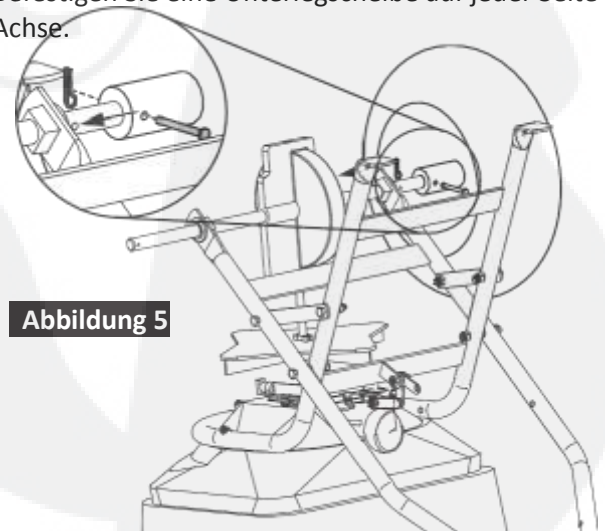

Abbildung 5
5. Finden Sie das Loch auf der Achse, das der Achsenstütze und der Unterlegscheibe am nächsten liegt. Befestigen Sie das Rad (mit herausragendem Ventilschaft) auf der Achse, wie in Abbildung 5 angezeigt. Richten Sie das Loch auf dem Rad mit dem Loch auf der 1007895 Rev. D